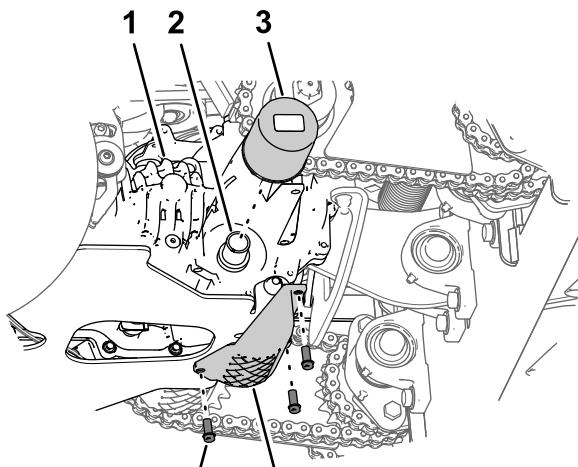

Figure 59
3. Retirez les 3 boulons à embase (1/4 x 3/4 po) qui fixent la protection du filtre à la transmission, et déposez la protection (Figure 59).
4. Nettoyez la surface autour du filtre de transmission (Figure 59).
6. Tournez le filtre dans le sens antihoraire et déposez-le (Figure 59).
8. Posez le filtre en le tournant dans le sens horaire sur l'adaptateur jusqu'à ce que le joint rejoigne la base de l'adaptateur, puis serrez encore le filtre de 3/4 à 1 tour (Figure 59).
9. Montez la protection du filtre au moyen des 3 boulons à embase (1/4 x 3/4 po) que vous avez retiré à l'opération 3 (Figure 59); serrez les boulons à un couple de 1 117 à 1 243 N·cm (90 à 110 lb·po).